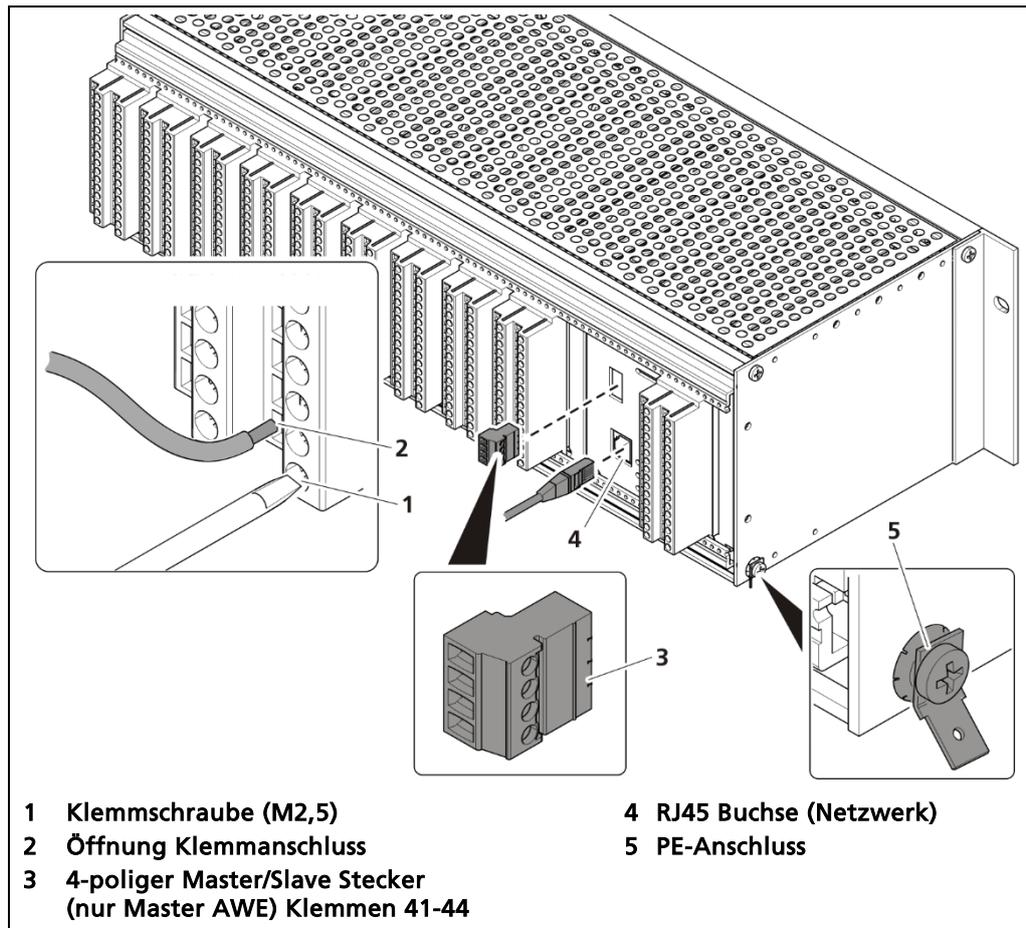

Abb. 22 Elektrischer Anschluss im 19" Baugruppenträger (Bsp.: 1x Master, 9x Slave)
2. Öffnen Sie die Klemmschraube (Abb. 22, Pos.1) und führen Sie die die abisolierte Ader (min. 8 mm) ein.
5. Stecken Sie den Netzwerkstecker in die RJ45 Buchse (Abb. 22, Pos.4) (optional).
6. Überprüfen sie den korrekten Anschluss der PE-Leitung (Abb. 22, Pos.5).